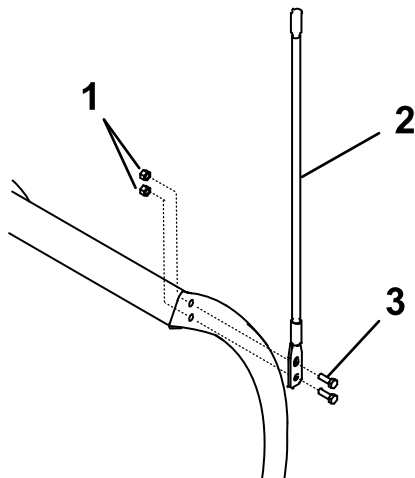

Figure 14
1. Fixez les guides à la lame de déneigement au moyen de 4 boulons (5/16 x 1 po) et 4 écrous autofreinés (Figure 14).